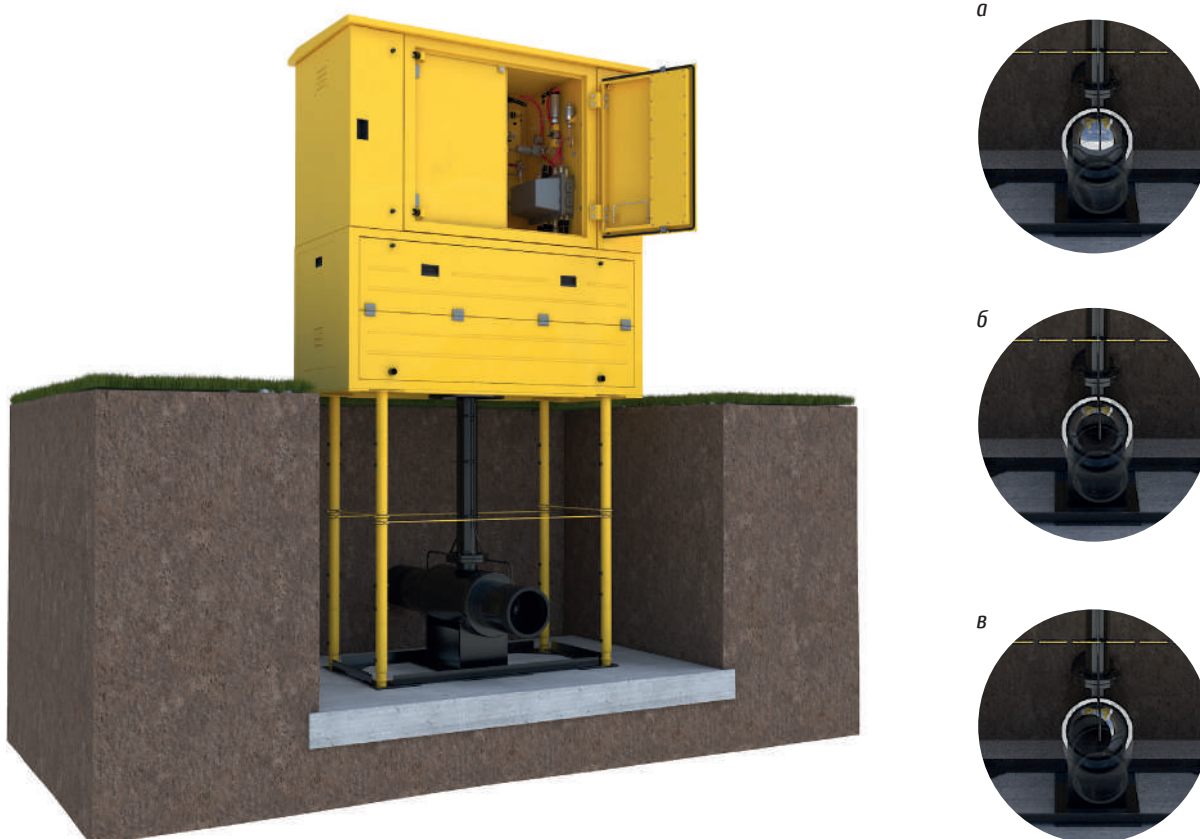

Рис. 2 - Управление шаровым краном:
1. Управление шаровым краном (рис. 2):